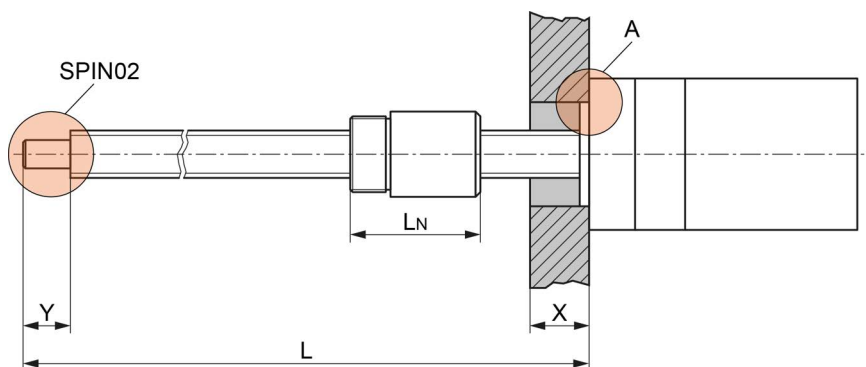

Abbildung 1 Option SPIN02 / Hub / Zentrierung
- Verwenden Sie zur Ausrichtung nach Möglichkeit die stirnseitige Zentrierung am Flansch (Abbildung 1; Detail "A").
- Spindeln in Sonderlängen und/oder der Betrieb mit hohen Drehzahlen erfordern eine zusätzliche Abstützung des freien Spindelendes (Abbildung 1; Option "SPIN02").
- Je nach Einbausituation müssen Sie von der Spindellänge gewisse Axialmasse in Abzug bringen (Abbildung 1). Der zulässige maximale Hub berechnet sich wie folgt: